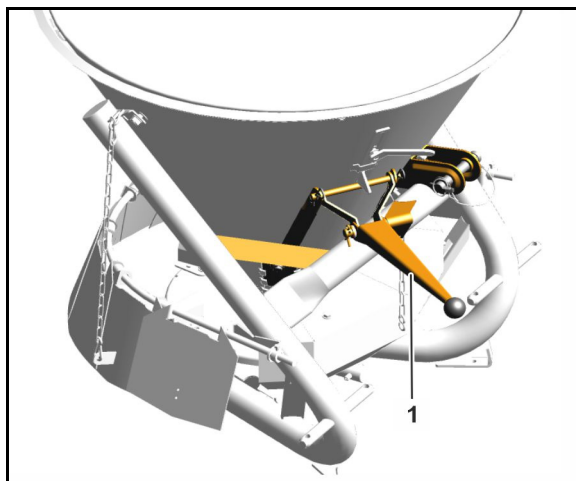

Fig. 9
- Skodåbningen **lukkes** ved at dreje håndtaget (Fig. 9/1) helt op.
- Skodåbningen **åbnes** ved at dreje håndtaget (Fig. 9/1) helt ned imod anslag.